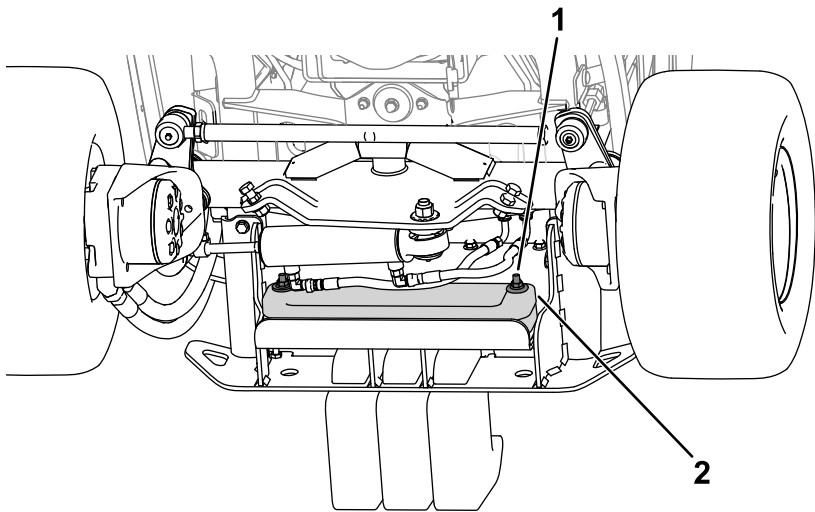

Figure 18
- 2. Serrez les fixations pour fixer les masses sur le pare-chocs (Figure 18).